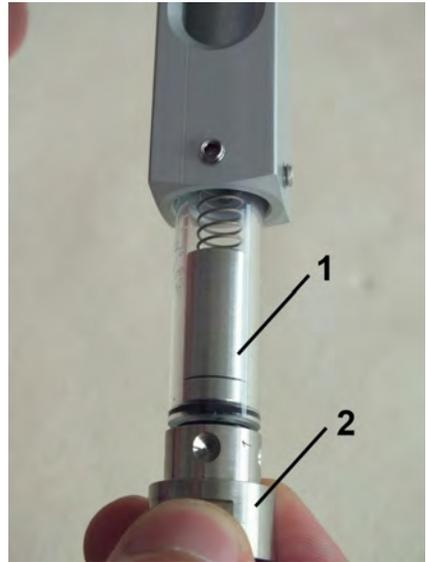

Abb. 37: Innenteile herausziehen
- 4.** ▶ Innenteile (Abb. 37/1) des Gerätes (Schauglas, Feder und Schwebekörper mit Magneten) als Einheit mit der Verschraubung (Eingang) (Abb. 37/2) vorsichtig von unten aus der Gerätehülse herausziehen